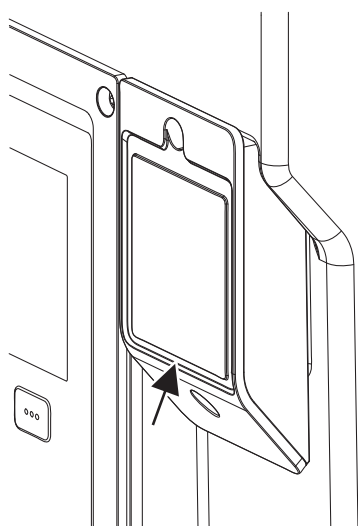

Fig. 27: Afdekking voor Wilo-Smart Connect-module BT
1. Draai de schroef van de Wilo-Smart Connect module-afdekking (Fig. 27) los en open de afdekking.
Vanwege de constructie kan de Wilo-Smart Connect module BT er slechts in één uitrichting op worden gezet. De module zelf wordt verder niet vastgezet. De module-afdekking van de Wilo-Smart Connect (Fig. 27) op het bovendee van de elektronicamodule houdt de module vast in de interface.